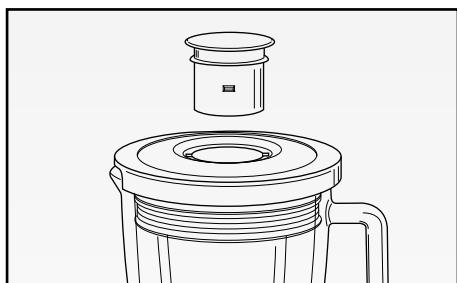

Fig. 3
- Chiudere il foro superiore del coperchio (B) inserendo l'apposito tappo (A) ruotandolo in senso orario (Fig. 3).